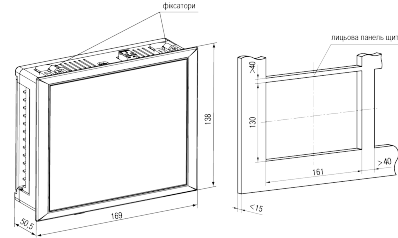

Рисунок 5 – Габаритні розміри корпусу Щ7
1. Підготувати на щиті керування місце для установлення пристрою (див. *рисунок 5*).